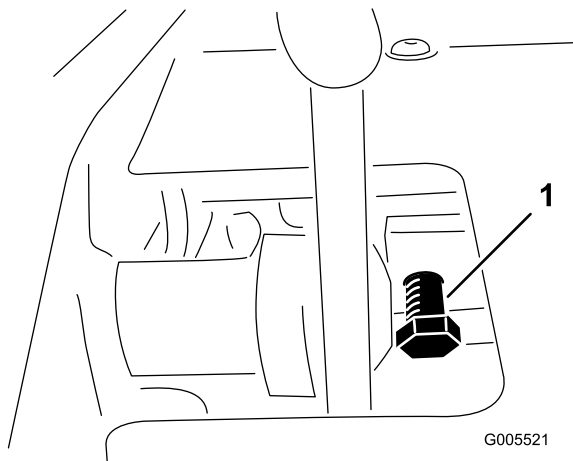

Figure 57
1. Desserrez l'écrou de blocage sur le boulon de verrouillage de la pédale (Figure 57).